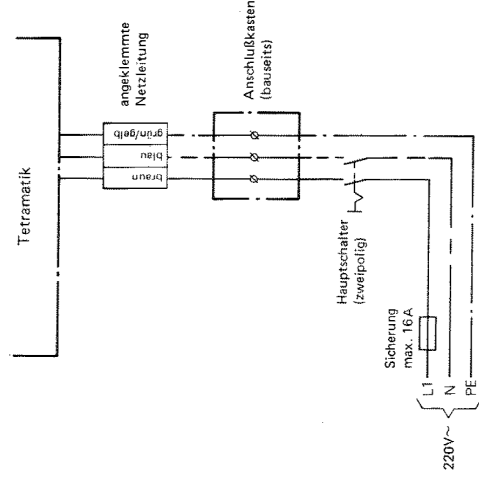

Abb. 2 Netzanschluß der Tetramatik mit Anschlußkasten
1. Fester Anschluß an einem bauseits gestellten Anschlußkasten (Abb. 2).